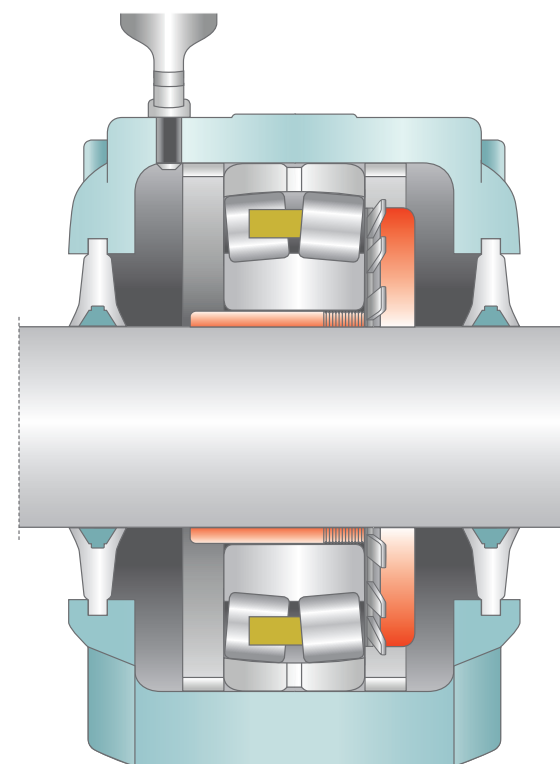

Рисунок 8:
- для смазки подшипников на закрепительной втулке смазка всегда подается с тыльной стороны втулки (**рисунок 8**).